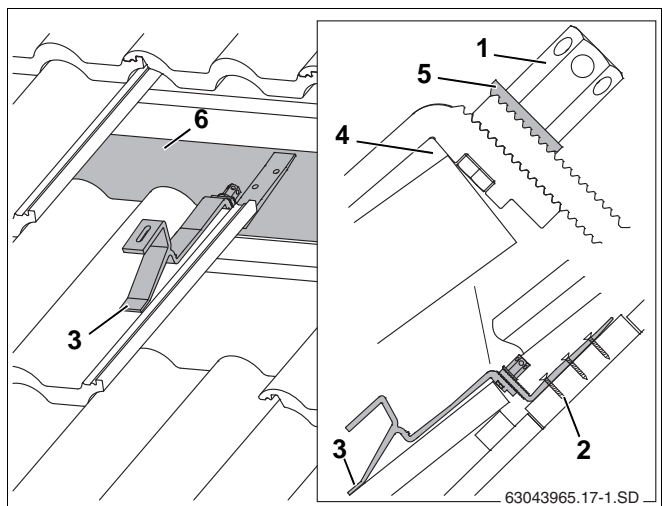

Fig. 15 Monteret tagkrog (for bedre overblik er nogle af tagstenene ikke vist)
- ▶ Læg støtten foran på tagstenen, så den ligger i en bølgedal ved belastning (fig. 15, **pos. 3**).
Tagkrogen skal have lidt spil ved tagstens overkant (fig. 15, **pos. 4**). Tilpas eventuelt tagstenen foroven.
- ▶ Skub tagkrogens underdel så langt ned, at den ligger på tagstenene eller på træunderlaget (fig. 15, **pos. 6**).
Den fortandede underlagsskive (fig. 15, **pos. 5**) skal gribe ind i fortandingen på tagkrogens underdel.
- ▶ Stram den lange sekskantmøtrik (fig. 15, **pos. 1**). Sæt hertil nøgle SW5 ind i sekskantmøtrikkens hul, og drej den.
- ▶ Fastgør som minimum tagkrogens underdel på spærene i første (fig. 15, **pos. 2**) og andet hul med egnede skruer.